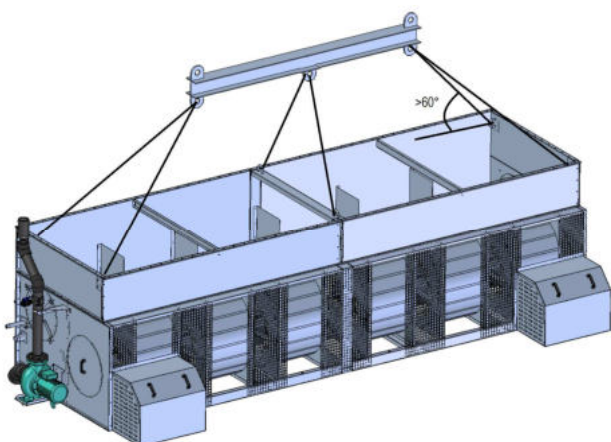

Fig.1
Sulle unità formate da più colli lo spostamento della sezione inferiore, vasca di raccolta acqua, sarà eseguito utilizzando tutti i golfari presenti e con catene regolabili, considerando che il baricentro della unità è decentrato a causa della presenza del gruppo ventilante presente su un lato della unità, fig.1 e 2.
**Nota:** Se presenti i golfari centrali come in fig.1, vanno assolutamente rimossi prima di assemblare la sezione superiore alla sezione inferiore.